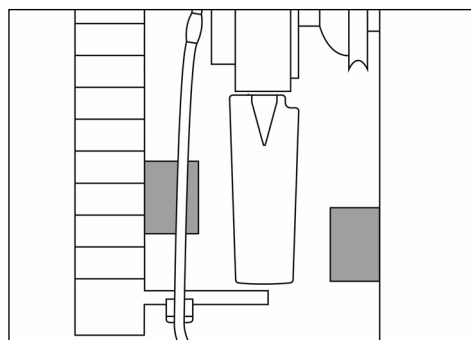

Fig. 34
- 30) S'assurer que les pales en position transversale n'entrent pas en collision avec aucun objet devant ou derrière le ventilateur (écart minimum 5 mm (0,196"), voir Fig. 34).